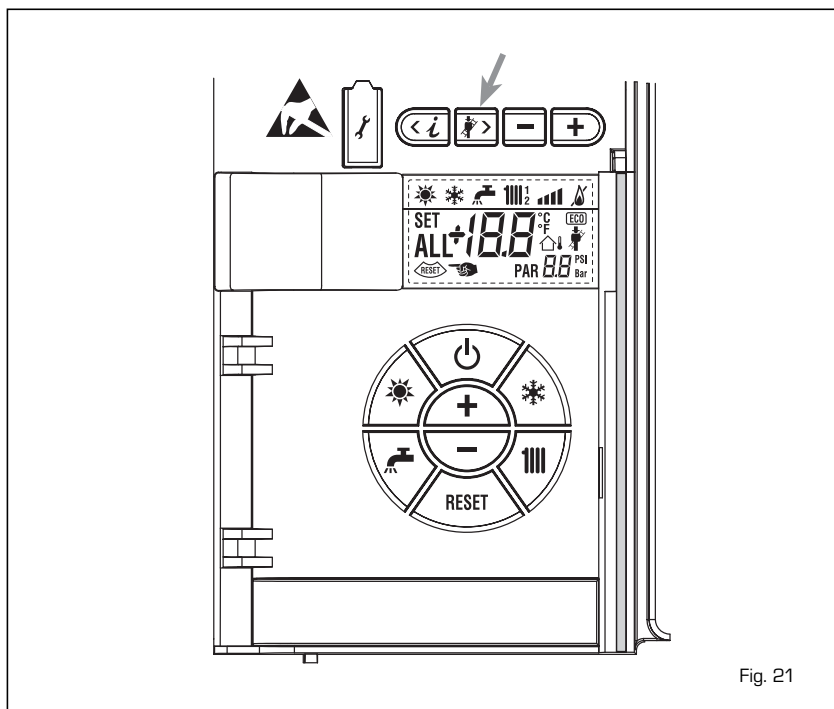

Fig. 21
4.5.1 Funzione spazzacamino (fig. 21)
Per effettuare la verifica di combustione della caldaia premere per alcuni secondi il tasto per l'installatore (Fig. 21). La funzione spazzacamino viene attivata e mantenuta per 15 minuti.
La prova può essere eseguita anche in funzionamento sanitario. Per effettuarla è sufficiente, dopo aver attivato la funzione spazzacamino, prelevare acqua calda da uno o più rubinetti. In questa condizione la caldaia funziona alla massima potenza con il sanitario controllato tra 60°C e 50°C. Durante tutta la prova i rubinetti acqua calda dovranno rimanere aperti. Durante i 15 minuti di funzionamento della funzione spazzacamino, se vengono premuti i tasti (Fig. 21) si porta la caldaia rispettivamente alla massima e alla minima potenza.
La funzione spazzacamino si disattiva automaticamente dopo 15 minuti o premendo nuovamente il tasto (Fig. 21).